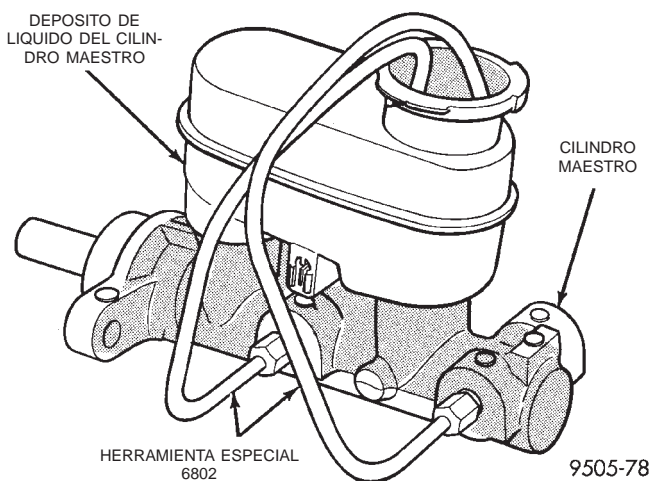
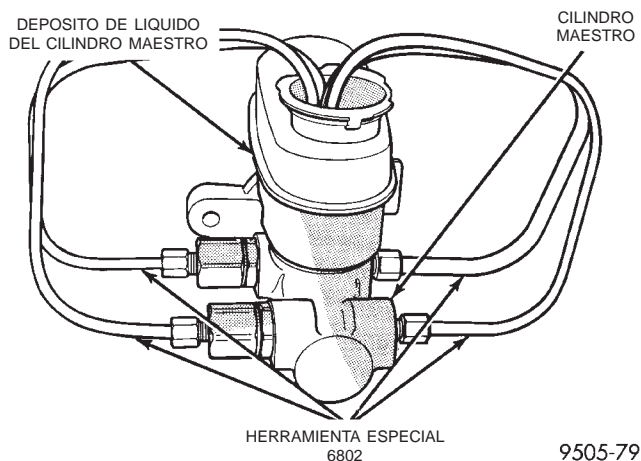

Fig. 108 Fijación de los tubos de purga al cilindro maestro del ABS
Fig. 109 Tubos de purga fijados al cilindro maestro sin ABS
(1) Fije el cilindro maestro en una mordaza. Fije los tubos de purga, Herramienta especial 6802, en el cilindro maestro (Fig. 108) y (Fig. 109). Emplace los tubos de manera que las salidas de los tubos de purga estén debajo de la superficie del líquido de frenos cuando el nivel de líquido en el depósito es el correcto.